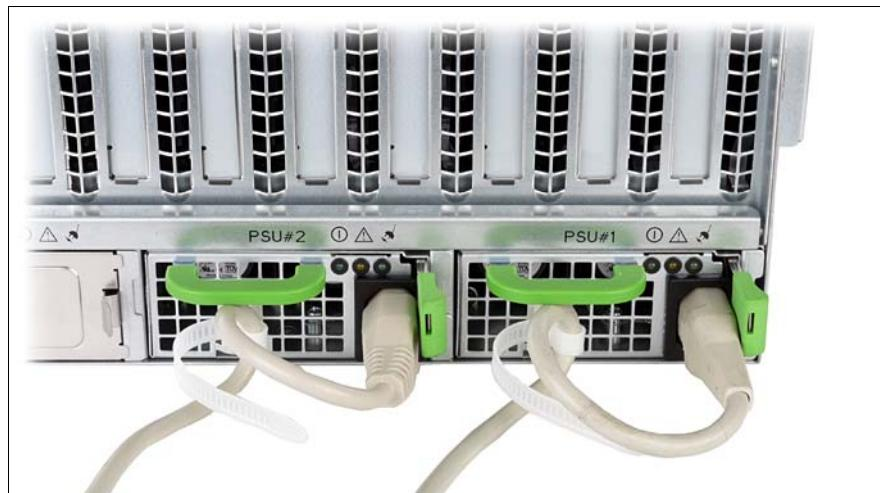

図 6: 電源コードを固定するためのケーブルクランプ
- ▶ ケーブルを 52 ページ の図 6 に示すようにケーブルクランプに通します。